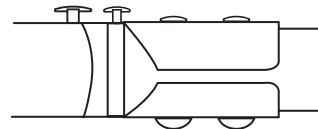

Рис. 3.
4. Вставьте винт с шайбами через отверстия на зажимной опоре и стойке. Туго затяните гайку (рис. 3).